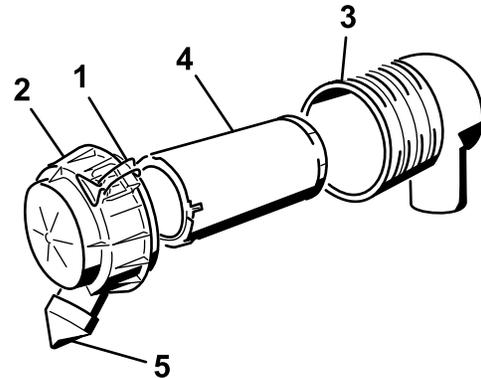

Figura 28
3. Abra los cierres del limpiador de aire y tire de la tapa de la entrada de aire para separarla del cuerpo del filtro de aire (Figura 28).
6. Extraiga con cuidado el filtro del cuerpo del filtro de aire (Figura 28).
8. Instale el filtro con cuidado (Figura 28).
9. Instale la tapa del limpiador de aire con el tapón antipolvo orientado hacia abajo, y cierre los enganches (Figura 28).